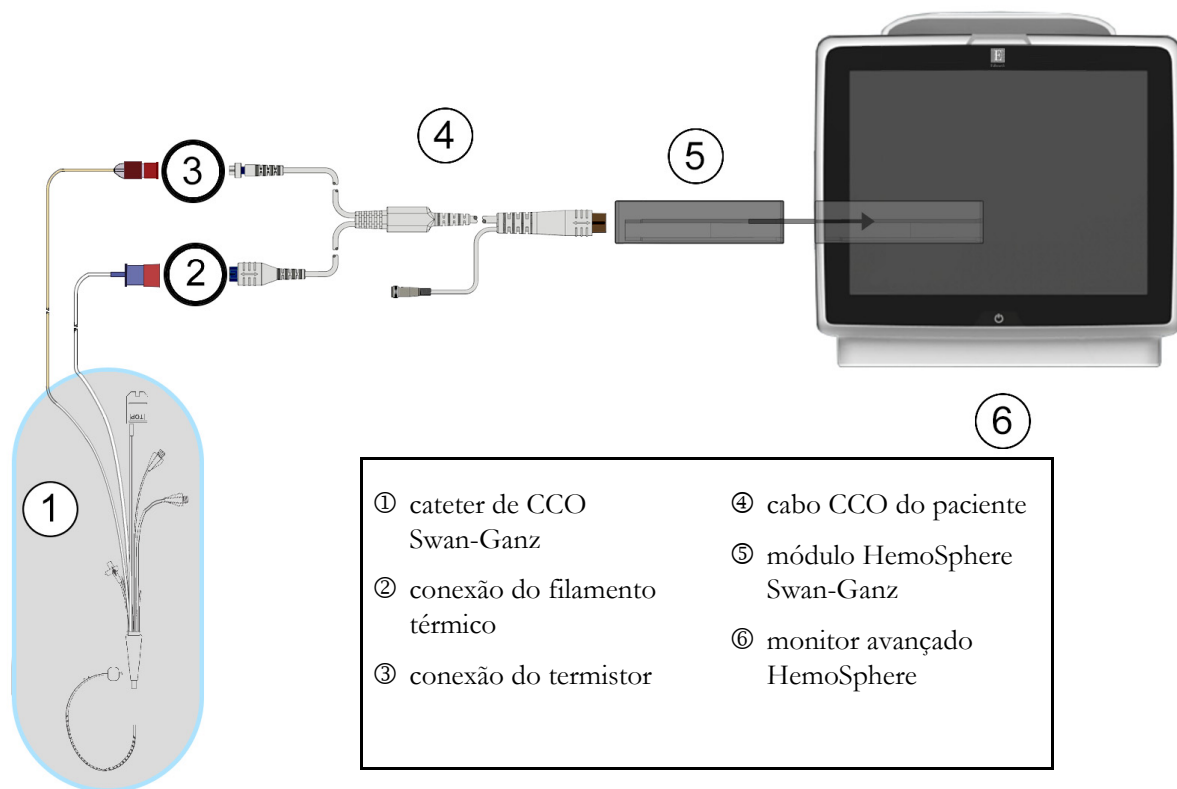

Figura 9-4 Visão geral da conexão de DC
- 2 Prenda a extremidade do cateter do cabo do paciente aos conectores do termistor e do filamento térmico no cateter de CCO Swan-Ganz. Essas conexões são destacadas como os números ② e ③ na figura 9-4 na página 146.